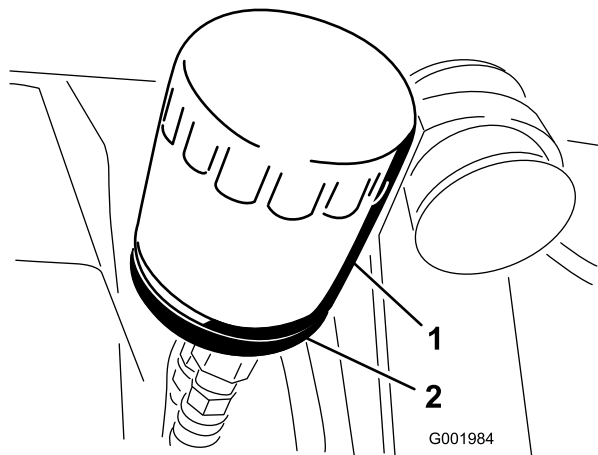

図 50
2. オイルフィルタ (図 50) を外す。
5. アダプタに新しいフィルタを取り付ける。ガスケットがアダプタに当たるまで手でねじ込み、そこから更に 1/2 回転増し締めする (図 50)。